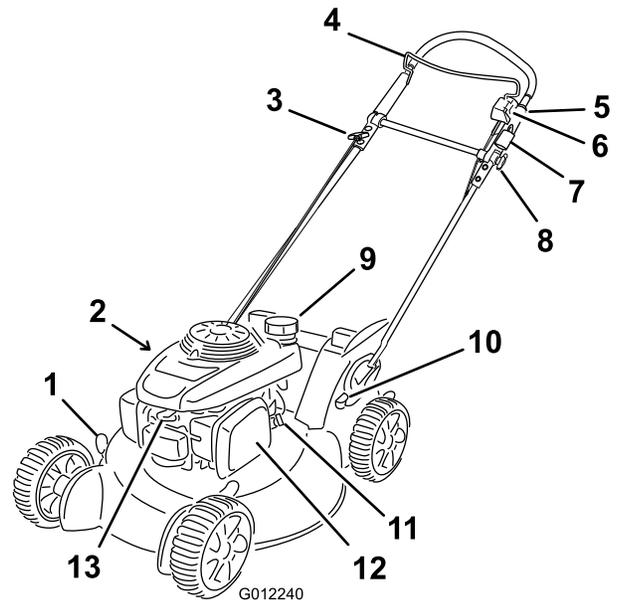

**Figura 12**
2. Agganciate il canale inferiore del cesto sul fondo del telaio (Figura 12).
3. Agganciate i canali superiore e laterali del cesto rispettivamente sulle parti superiore e laterali del telaio (Figura 12).